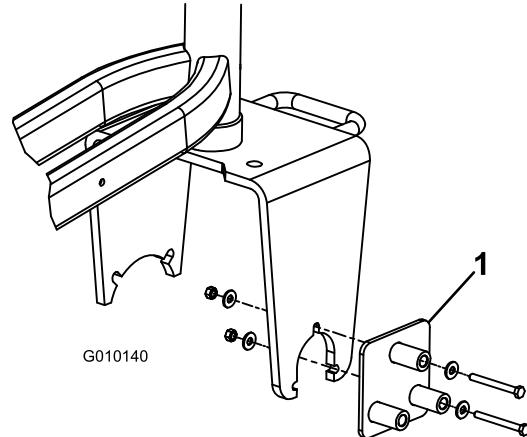

Figure 1
- Montez le guide de perçage sur le côté gauche de la fourche pivotante au moyen de (2) boulons 5/16 x 3", (4) rondelles 3/8 x 7/8 et écrous. Positionnez les composants comme illustré à la Figure 1.